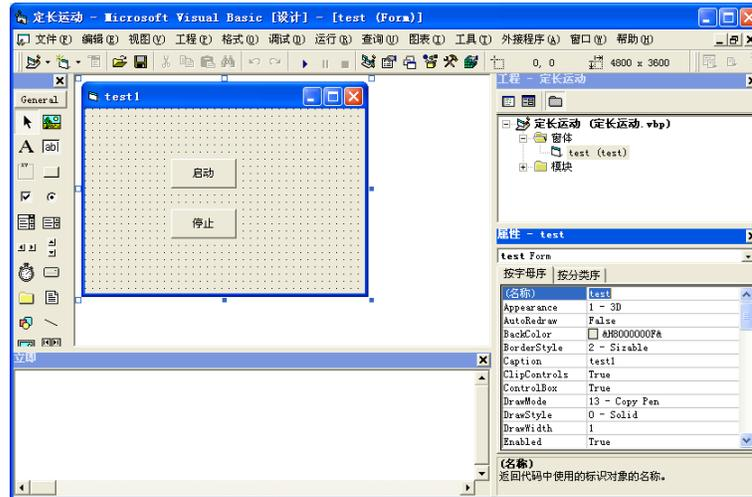

图6-12 修改对话框
- 2) 打开Visual Basic 6.0，新建一个“标注EXE”工程，在对话框上添加按钮“启动”和“停止”，并将其名称分别修改为“CB_Start”和“CB_Stop”，如图6-12所示。